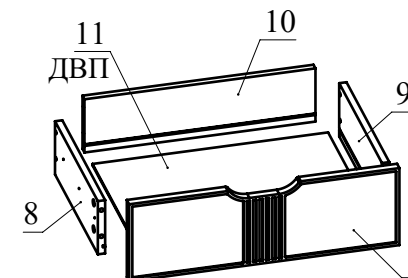
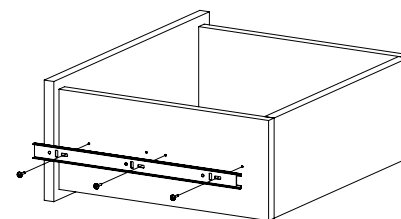

Рис.8
Рис.9
7. Соберите ящик. Для этого соедините детали 8 и 9 с деталью 10 при помощи конфирматов. Вставьте дно ящика 11 из ДВП в пазы деталей 8, 9, 10. Соедините фасад ящика с полученной конструкцией и затяните головки минификсов (Рис. 8). Закрепите внутренние планки направляющих на деталях 8 и 9 шурупами 3,5х16 (Рис. 9). При необходимости регулировки ящика выкрутите шурупы из круглых отверстий и перекрутите в овальные (продольные и вертикальные регулировочные отверстия). Не затягивая до конца шурупы, сместите ответную планку вверх-вниз. Затяните шурупы до конца.